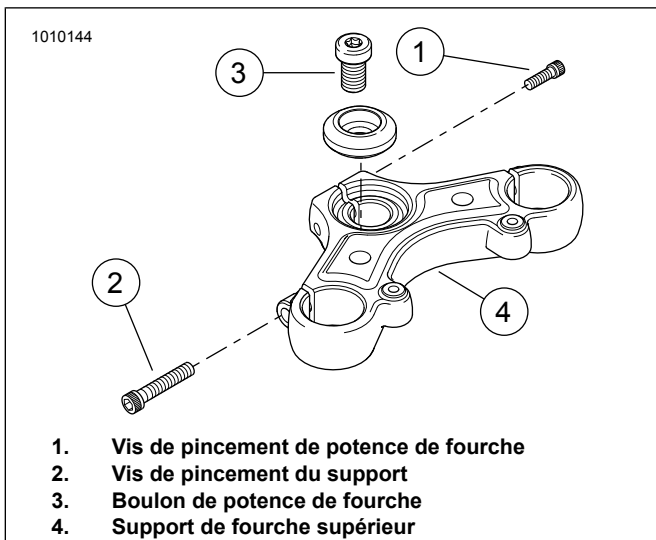
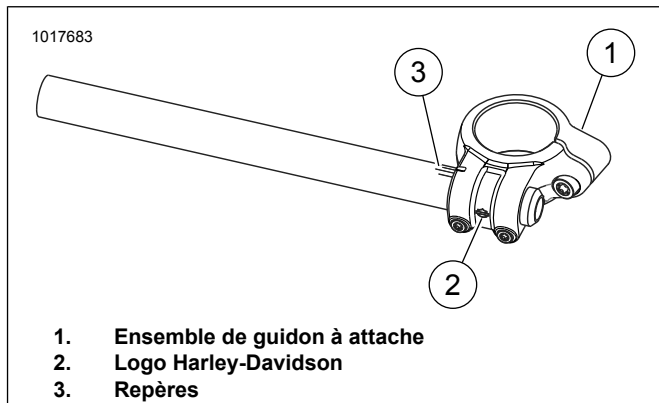
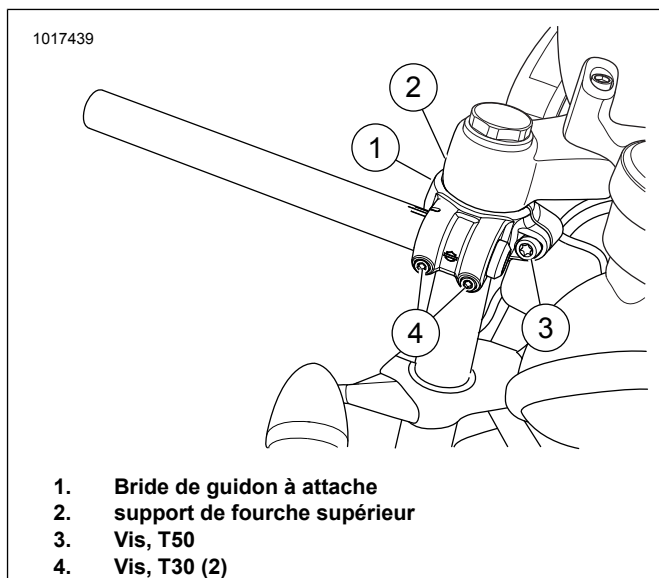

Figure 1. Support de fourche supérieur
Figure 2. Guidon à attache, (côté droit illustré)
Figure 3. Pose du guidon à attache
1. Voir Figure 1. Desserrer la vis de pincement de potence de fourche (1).
2. Desserrer les vis de pincement de support supérieur (2).
3. Déposer le boulon de potence de fourche (3).
4. Desserrer les vis de support supérieur (2).
5. Déposer le support supérieur de la fourche (4).
6. Voir Figure 2. Faire glisser l'ensemble à attache (1) sur le tube de fourche. Le côté droit du logo Harley-Davidson (2) doit être orienté vers l'extérieur.
7. Le repère indiquant le centre (3) doit être aligné avec l'indicateur figurant sur le collier.
10. Voir Figure 1. Mettre le support de fourche supérieur en place.
11. Poser le boulon de potence de fourche (3). Serrer à la main pour l'instant.
12. Poser les vis de pincement du support (2). Serrer à la main pour l'instant.
13. Voir Figure 3. Faire glisser les ensembles à attache en remontant sur les tubes de fourche jusqu'à ce qu'ils touchent le bas du support de fourche supérieur.